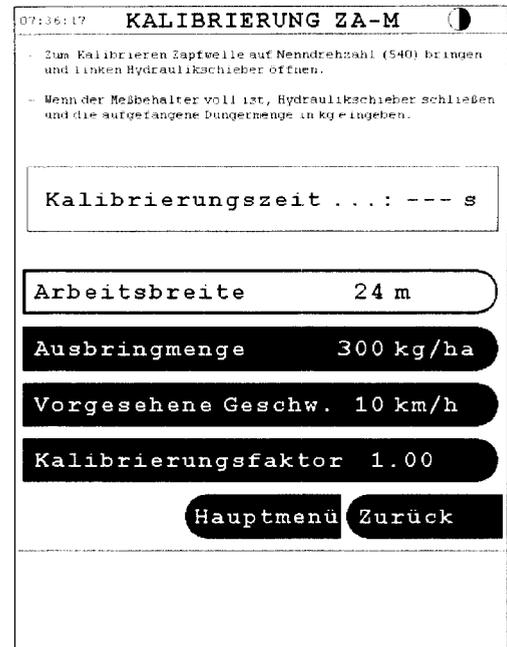

Fig. 15
- Bei größeren Modifikationen der Ausbringmenge oder Arbeitsbreite, springt die Anzeige automatisch ins Menü Kalibrierung ZA-M (Fig. 15.)
ins Menü Kalibrierung ZA-M (Fig. 15) gewechselt werden.